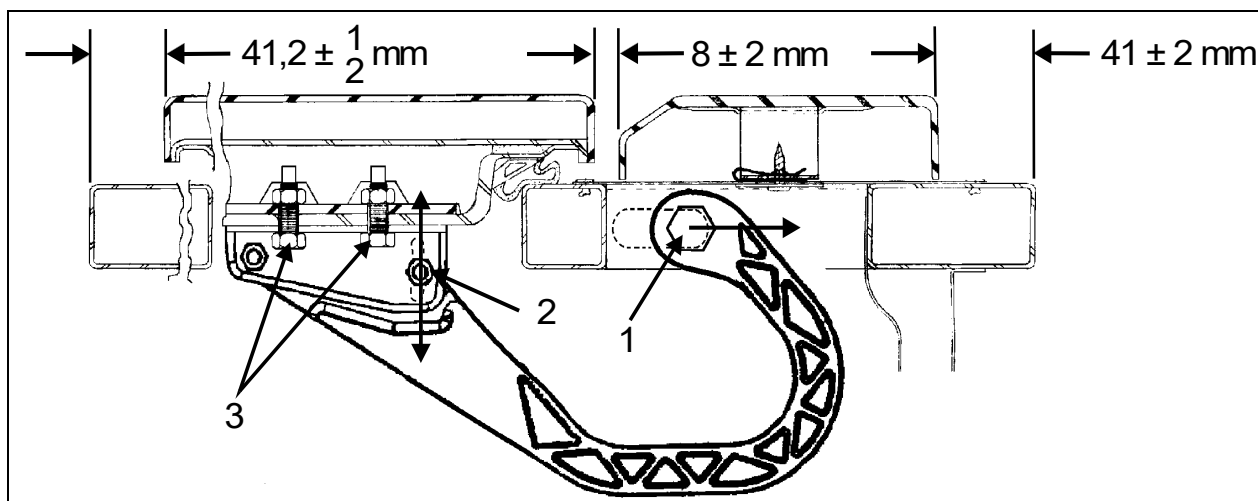

FIGURE 78: PORTE DE L'ÉVAPORATEUR
2. Desserrer l'écrou (1, Figure 78).
4. Serrer l'écrou (1, Figure 78).
5. Desserrer l'écrou (2, Figure 78). La charnière permet à la porte de bouger vers l'intérieur ou l'extérieur.
7. Desserrer les vis (3, Figure 78). Les vis permettent de déplacer la porte vers le haut ou le bas.